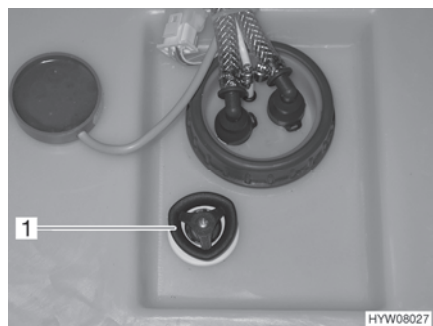

Fig. 113 Réservoir d'eau avec poignée tournante
- Faire tourner la poignée tournante (Fig. 113,1) du réservoir d'eau à fond dans le sens inverse des aiguilles d'une montre au-delà de la résistance pour ouvrir entièrement l'ouverture d'écoulement.